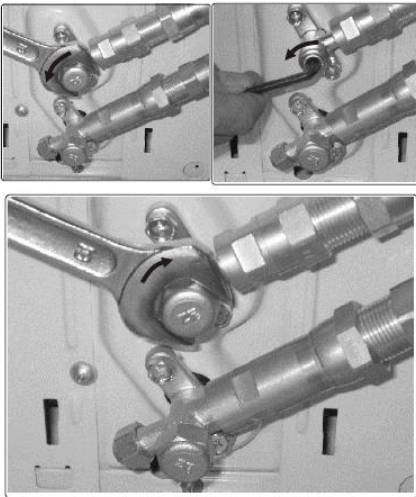

Abb. 6.5
5. Entfernen Sie die seitliche Abdeckkappe vom oberen Ventil mit Hilfe des Rollgabelschlüssels. Öffnen Sie das Ventil indem Sie die Innensechskantschraube mit dem 5mm Innensechskantschlüssel bis zum Anschlag gegen den Uhrzeigersinn drehen. Wenn das Ventil nicht komplett geöffnet wird kann es zu Störungen oder Schäden der Anlage führen. Montieren Sie wieder die Abdeckkappe und ziehen sie fest um sicher zu gehen das sie gut abdichtet. Siehe Abb. 6.5